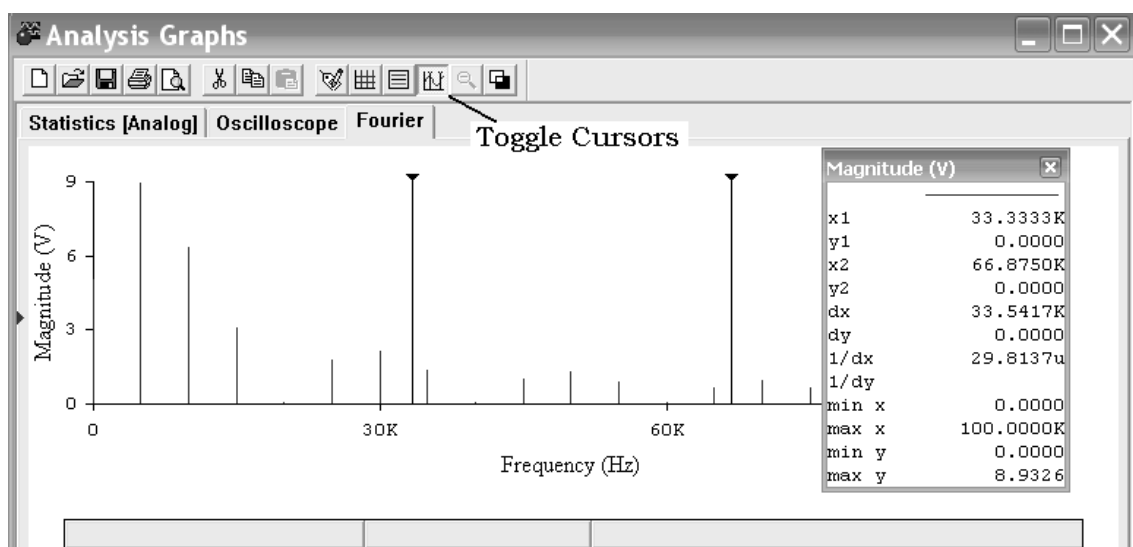

Рисунок 2.2 – Спектральна діаграма імпульсного сигналу
7.4 Натиснути лівою клавішею маніпулятора миші функцію «*Toggle Cursors*» у правому верхньому куті вікна (рисунок 2.2).